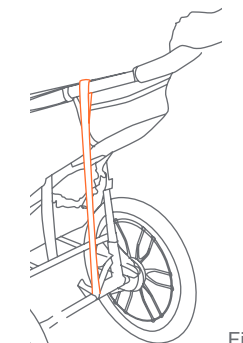

Fig. 18c
- La sangle de sécurité doit toujours être connectée à l'arrière du cadre inférieur. Cet emplacement est utilisé pour empêcher la Poussette de basculer vers l'arrière dans le cas où vous tombez. La sangle de sécurité comprend une attache sur le côté gauche de la Poussette pour le remisage lorsqu'elle n'est pas utilisée (Fig. 18c).